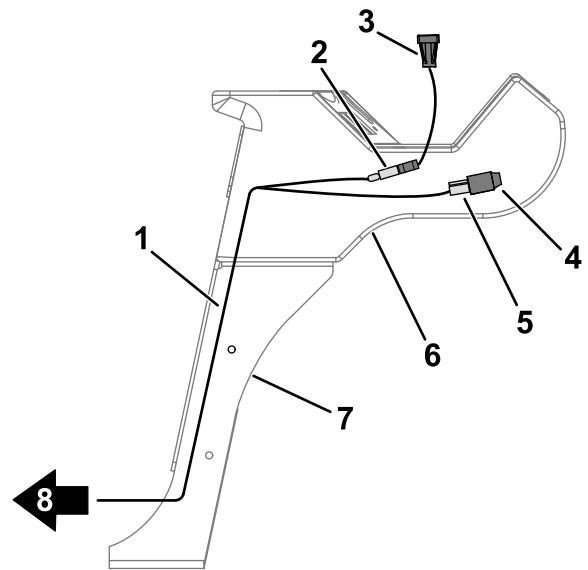

Figure 8
6. Branchez la diode sur le connecteur du faisceau étiqueté P08 (Figure 8).
5. Installez le faisceau comme montré à la Figure 8.
7. Branchez l'alarme sur le connecteur du faisceau étiqueté P09 (Figure 8).
8. Faites descendre l'autre extrémité du faisceau le long du bras de commande (Figure 8).